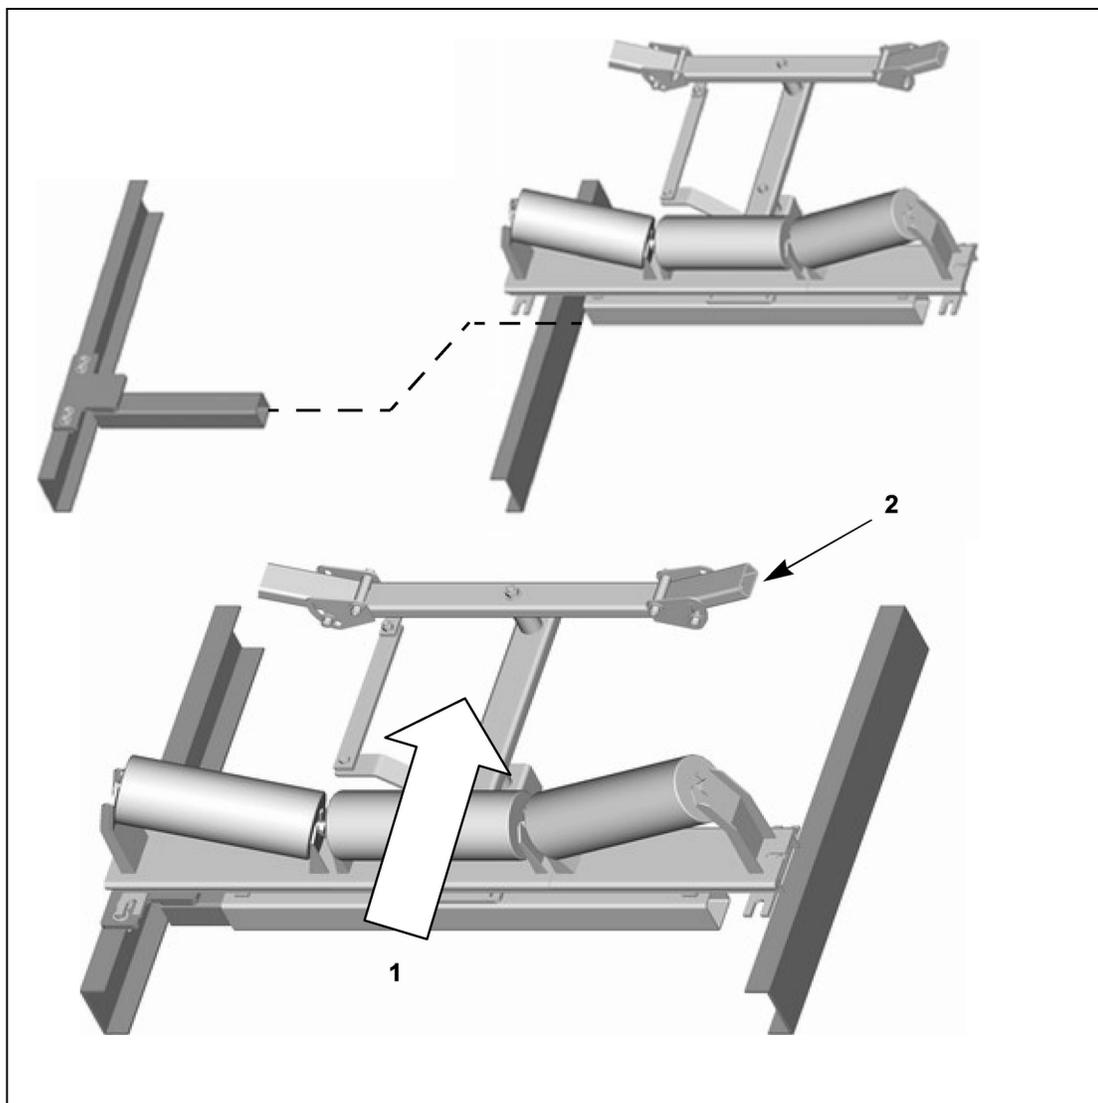

Fig. 17: Instalación del alineador
6. Introduzca el alineador preinstalado en el marco de instalación instalado anteriormente. Preste atención a la dirección de movimiento de la banda transportadora (1, Fig. 17) y a la alineación de la unidad de guía(2, Fig. 17).